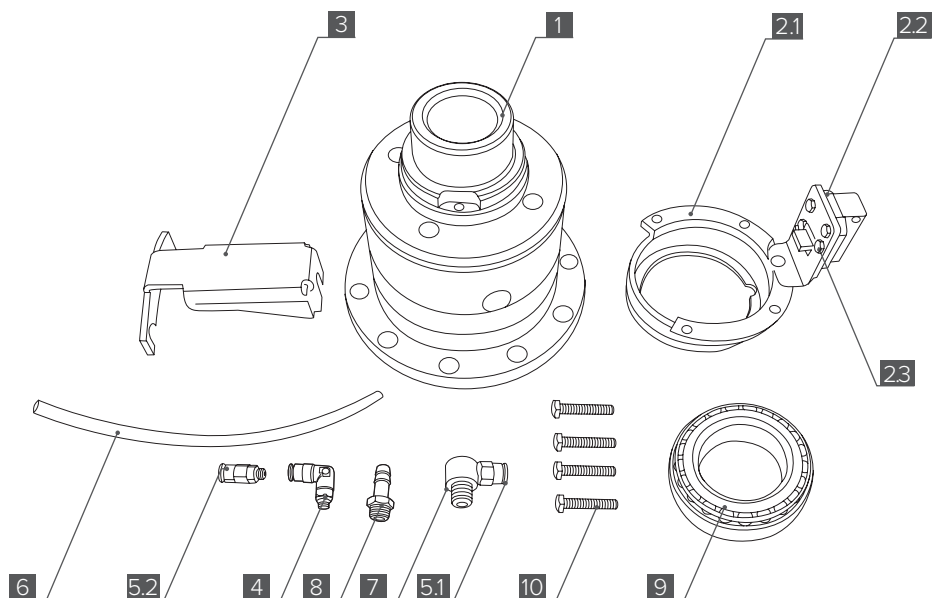

Рис. 1
**Элементы блокировки в комплекте (Рис. 1):**